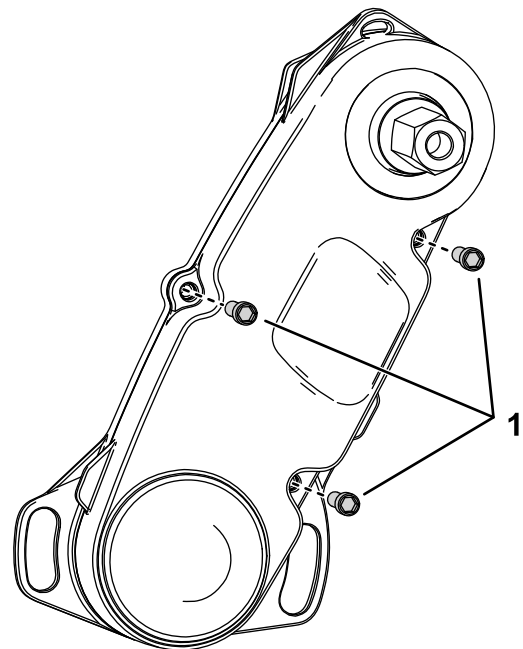

**Bild 5**
8. Montieren Sie die Längsnabe auf die Spindel-Antriebswelle (**Bild 5**).